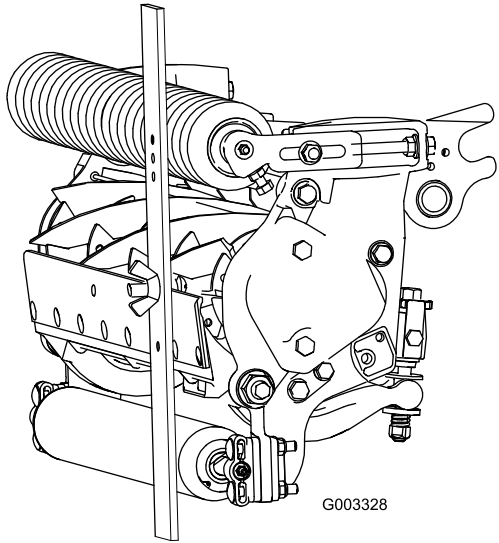

图21
3. 将螺丝头钩在底刀的刀刃上，并将调刀尺的后端放到后滚筒上（图21）。
4. 旋转调节螺丝，直到前滚筒接触到调刀尺（图21）。调节滚筒的两端，直到整个滚筒与底刀平行。